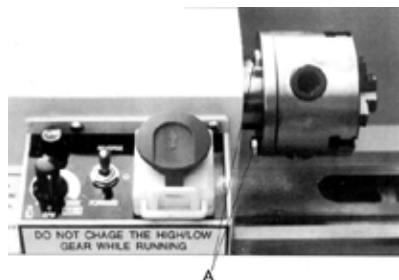

Fig. 6
Al reemplazar el plato, coloque un paño o un pedazo de madera en la base en la parte inferior del plato. Esto es para evitar el daño a la manera de la base causada por dejar caer descuidadamente el mandril. Afloje los 3 tornillos de ajuste como se muestra en la Fig. 6 (A) para reemplazar el portabrocas.